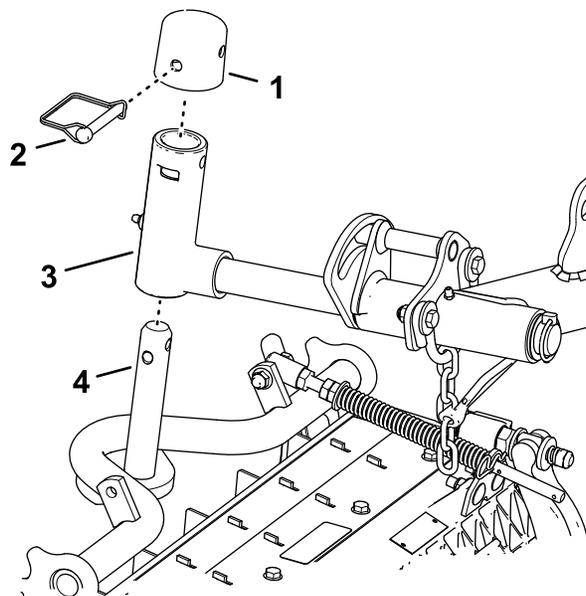

图 25
1. 将滚刀组滑到提升臂下方图 25。
**锁定用于在山坡上剪草的滚刀组枢轴**——锁定滚刀组枢轴以防止滚刀组在坡面上剪草时向下坡方向旋转。使用提升臂枢轴图 25 上的孔锁定滚刀组。将槽用于可偏转的滚刀组。